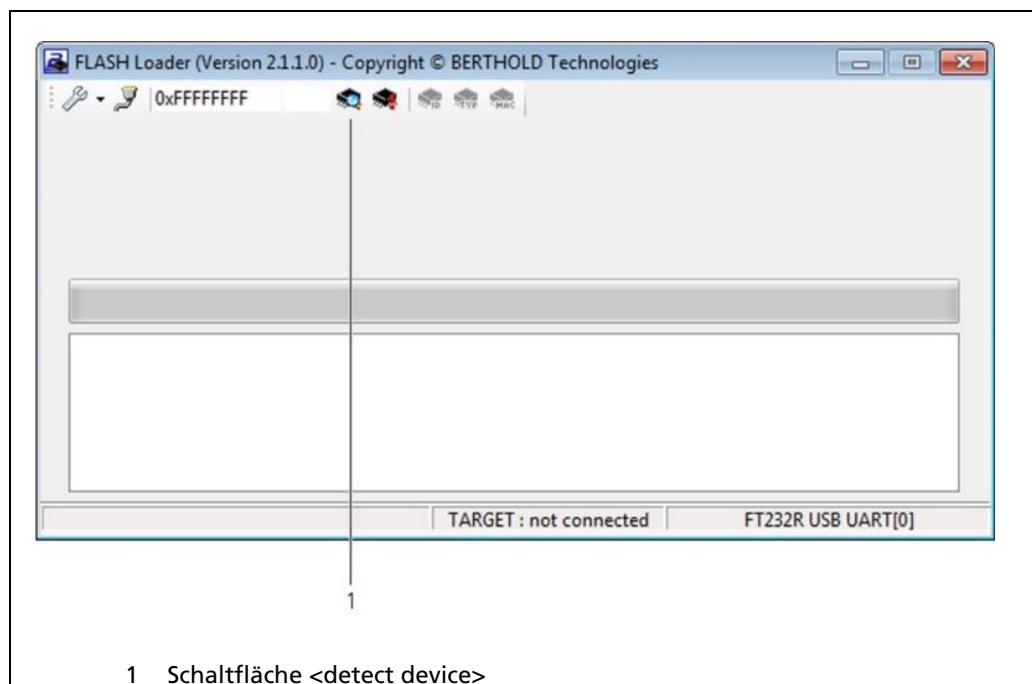

Abb. 51 Flash Loader Hauptbildschirm
12. Klicken Sie auf die Schaltfläche **<detect device>** (Abb. 51, Pos.1).